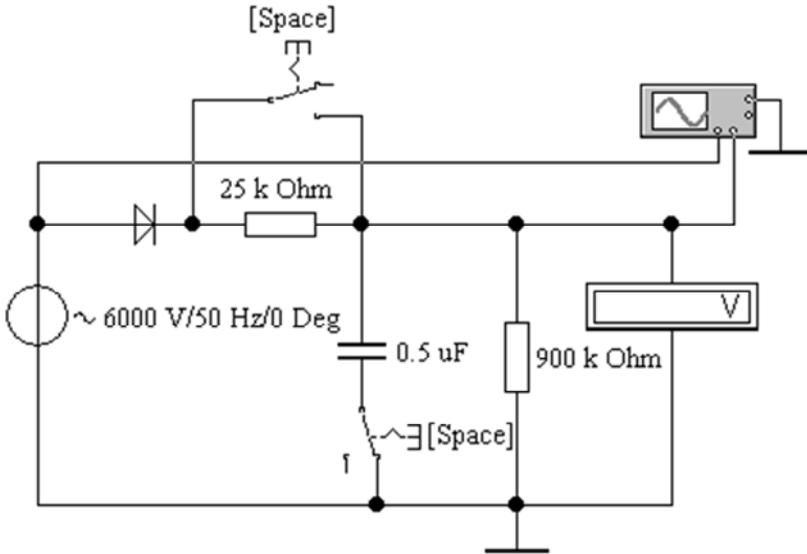

Рис. 16.5. Однополупериодный выпрямитель с RC -фильтром (файл **rect_1.ewb**)
5. Исследовать выпрямители со сглаживающими фильтрами. Ознакомиться с однополупериодным выпрямителем с RC -фильтром (файл **rect_1.ewb**, рис. 16.5).